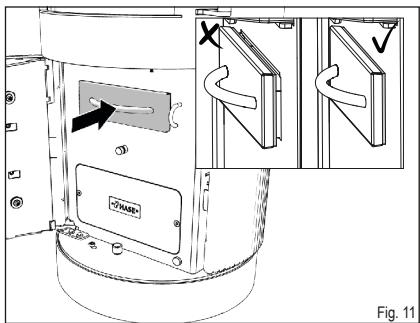

Fig. 11
- ✓ Faites glisser le bac à cendres dans l'ouverture de manière à ce qu'il soit hermétiquement fermé (Fig. 11).